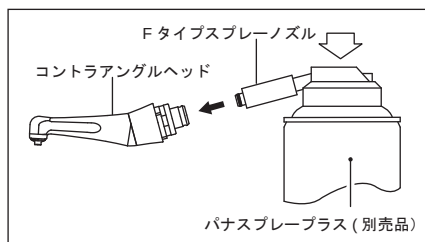

図 9
- 2) Fタイプスプレーノズルをコントラアングルヘッド後部へ挿し込み、コントラアングルヘッドを押さえて、コントラアングルヘッド先端よりオイルが出るまで2～3秒スプレーします。注油は先端から異物等の汚れが出なくなるまで繰り返し行います。(図9)